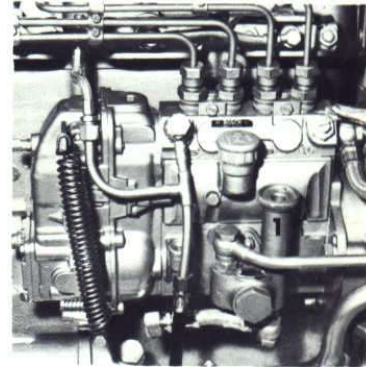

fig.10
- Actionner la pompe d'amorçage 1 [fig. 10] jusqu'à ce que le gas-oil s'écoule sans bulles ;